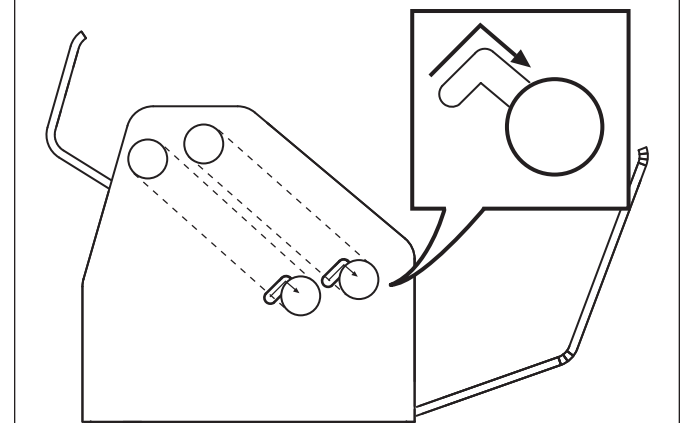

Figure 14. Rétablir la tension des courroies à bande
REMARQUE : La courroie à bande inférieure doit être installée en faisant passer la courroie à bande autour du rouleau arrière inférieur, vers le haut dans l'appareil et autour du rouleau supérieur arrière. La tige de connexion doit faire face au fond de l'appareil. Le point de connexion doit correspondre à la figure 14.
6. Remettre les rouleaux inférieurs à la pleine tension en soulevant et en tirant vers le bas sur chaque rouleau pour le verrouiller en place (figure 14).